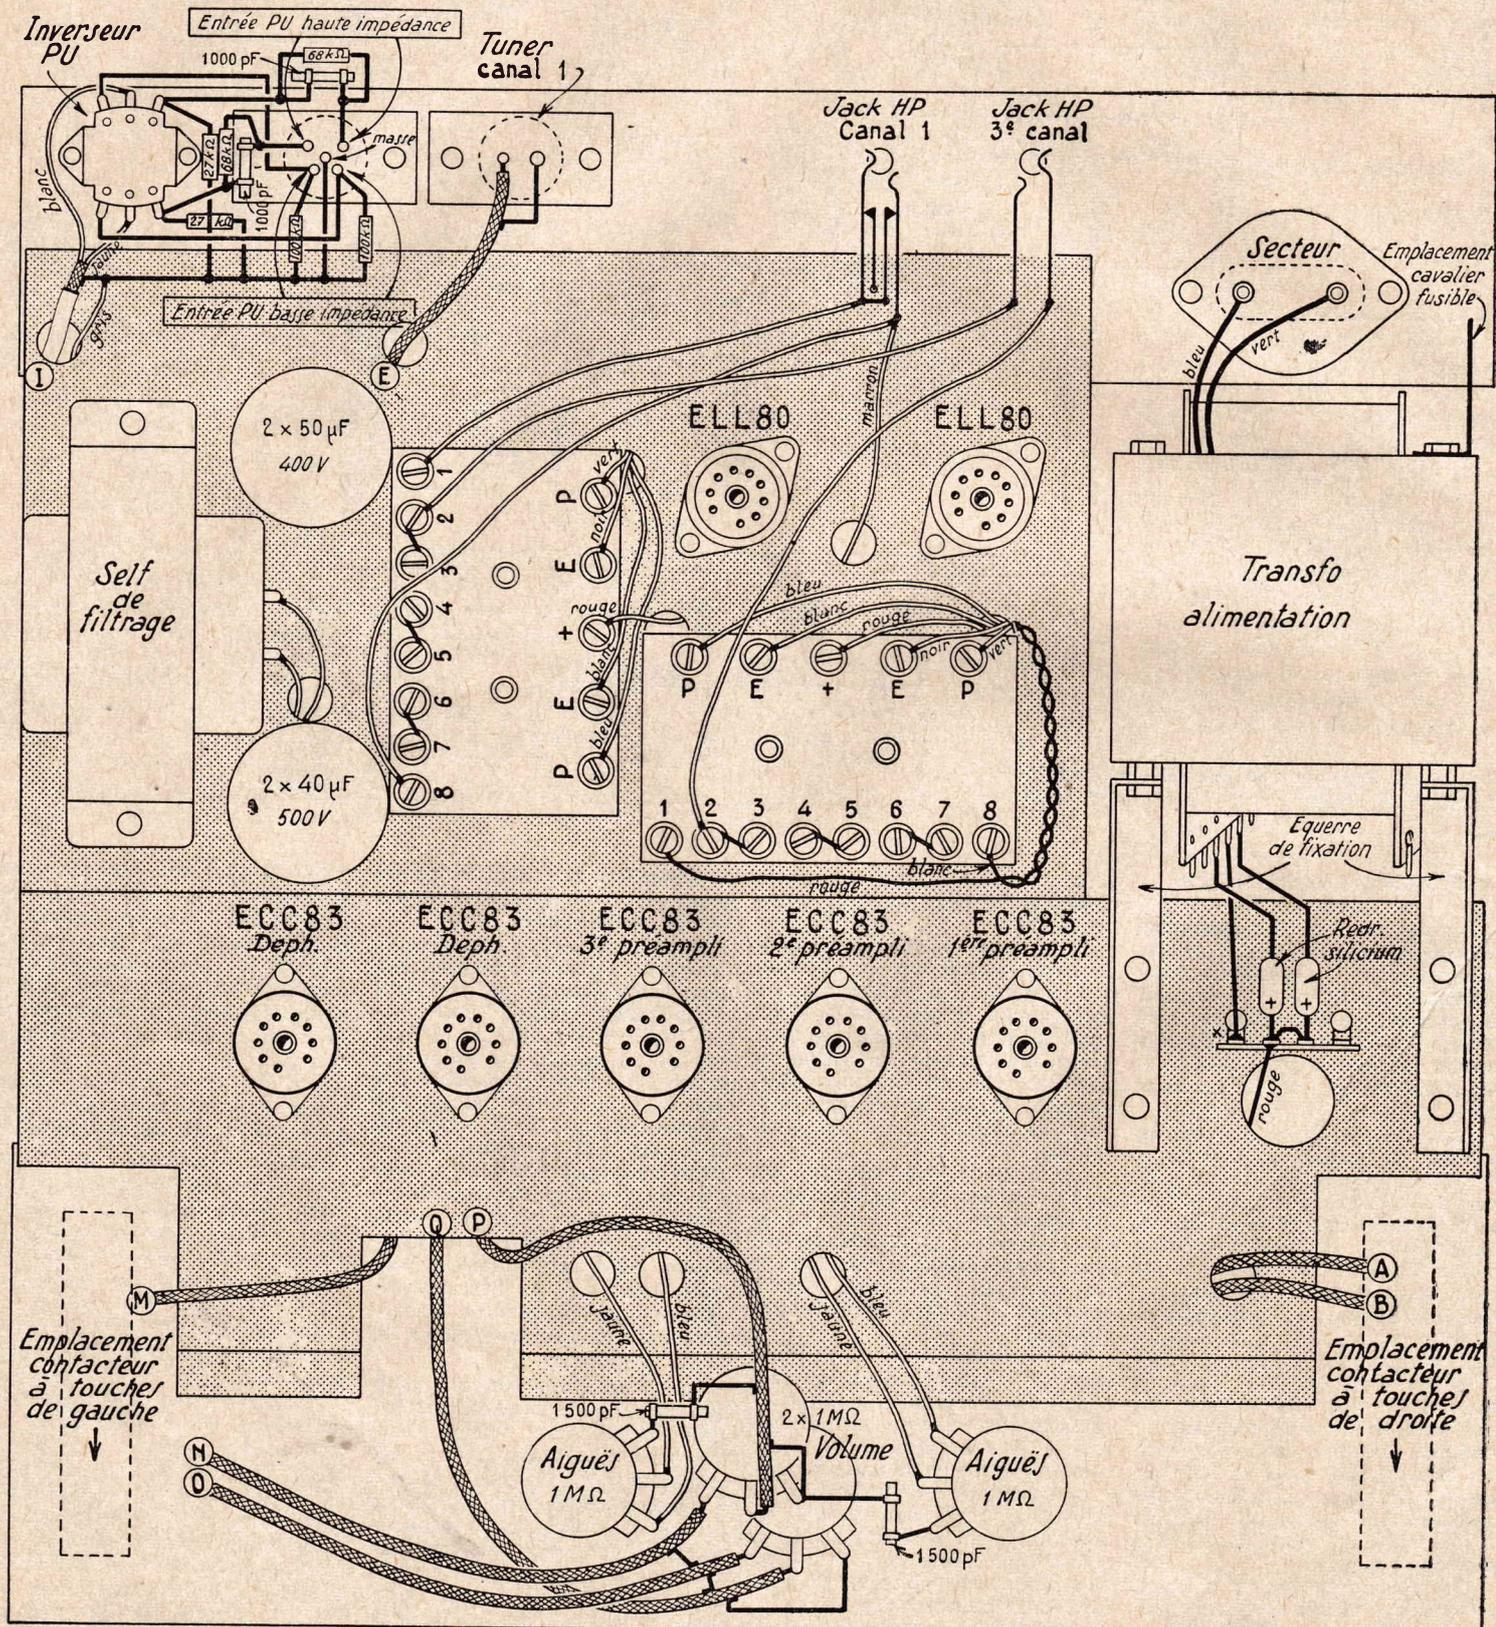
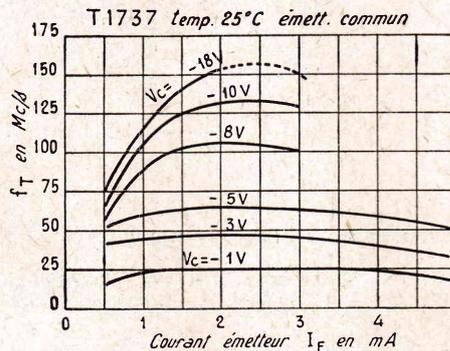

FIG. 3. — Câblage de la partie supérieure du châssis
FIG. 4
C'est ainsi que le transformateur d'alimentation a un circuit magnétique dont la largeur est d'environ 100 mm, c'est-à-dire à peu près la même que la hauteur du coffret. Ce transformateur est fixé verticalement par deux équerres sur la partie supérieure du châssis représentée par la figure 3 et par deux autres équerres symétriques par rapport au châssis sur la partie inférieure. Dans ces conditions, le châssis se trouve à mi-hauteur des tôles et la hauteur du coffret est réduite au maximum.
Les côtés avant et arrière sont à fixer par vis au châssis principal. Sur la figure 3, ces deux côtés sont représentés rabattus. Les éléments de la partie supérieure du côté arrière sont seuls visibles, ceux de la partie inférieure étant représentés sur la vue de dessous (figure 4), où ces mêmes côtés sont également rabattus.
**Particularités de câblage :** Les figures 3, 4 et 5, montrent le câblage complet de l'amplificateur, les deux commutateurs de droite et de gauche étant représentés séparément sur la figure 5. Ces commutateurs sont vus du côté de leurs touches avec leurs deux circuits respectifs rabattus, comme sur le schéma de principe. La disposition des cosses est la même, les cosses les plus près des touches sont représentées sur le plan également
Tenir compte du câblage des figures 3 et 4 pour le branchement des cosses du transformateur d'alimentation. En examinant la partie supérieure du châssis, le branchement des cosses est le suivant, de haut en bas, sur le côté gauche : cosse libre ; cosse libre ; moins redresseur 1 au silicium ; masse, moins redresseur 2 au silicium ; ligne 6,3 V. Sur le côté droit, également de haut en bas : cosse libre ; cosse libre ; vers un fil du secteur (fil bleu), par l'interrupteur général ; vers l'autre fil du secteur (fil vert) ; vers la masse ; vers la ligne 6,3 V. On remarquera que les fils du secteur vert et bleu traversent l'espace carcasse-tôles du transformateur.
La figure 4 donne les mêmes courbes pour le type T1737. On remarquera que le maximum de  $f_T$  varie un peu plus en fonction de  $I_E$ , la région comprise entre  $I_E = 1,25$  mA et  $I_E = 3$  mA étant la plus avantageuse.